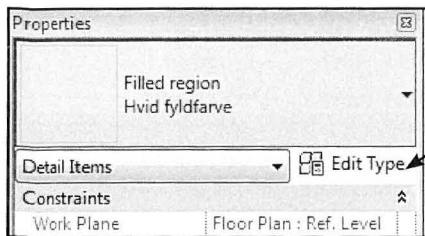

Fig. 15.82. Klik *Edit Type*.
- Tryk *Edit Type* (Fig. 15.82).